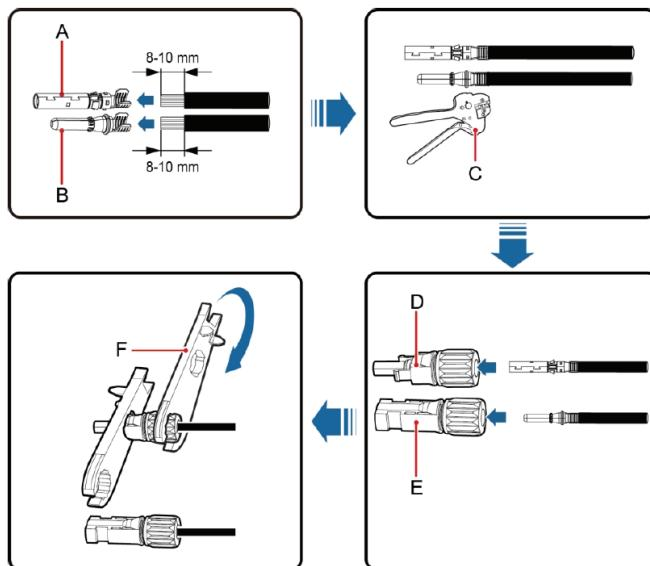

Figura 17 Connnettore di corrente continua MC4 e collegamento della stringa fotovoltaica
(1) Prima di collegare la stringa fotovoltaica all'inverter, assicurarsi che siano state adottate misure adeguate di protezione contro i fulmini ed i cortocircuiti;
(2) Collegare i cavi di uscita dei moduli solari fotovoltaici al connettore di corrente continua dell'inverter, come illustrato nella Figura 17. Rimuovere lo strato di isolamento del cavo della corrente continua a circa 8-10 mm. Inserire la parte conduttrice nella posizione appropriata del connettore, crimpare il terminale di corrente continua MC4 e serrare il dado con una coppia di 2,5-3 Nm. Assicurarsi che i poli dei moduli solari fotovoltaici siano correttamente e ben collegati ai connettori.